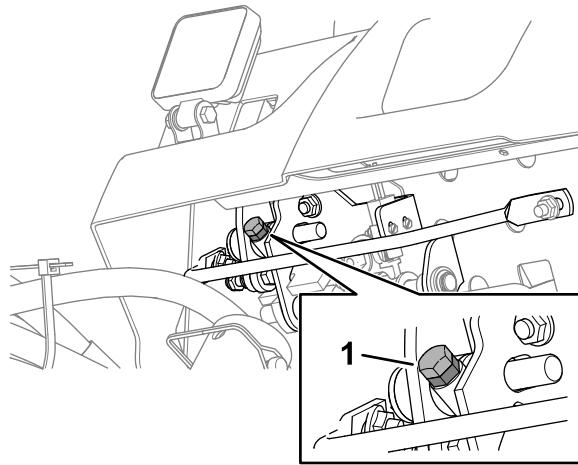

Bild 91
- Um die Mähgeschwindigkeit zu verringern, drehen Sie die Drehzahlbegrenzungsschraube (**Bild 91**) im Uhrzeigersinn.